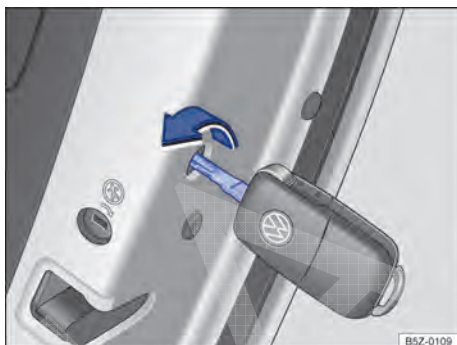

Fig. 155 Travamento de emergência do veículo com a chave do veículo.
- Remover a vedação de borracha na lateral da porta. A vedação está identificada por um cadeado  ⇒ **Fig. 155.**
- Inserir a haste da chave na fenda ⇒ **Fig. 155** e girar no sentido horário (para fora do veículo) até o batente.